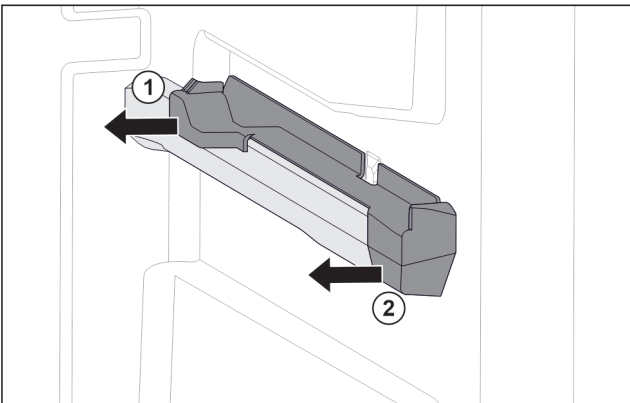

Fig. 107 Piesă de fixare pe nervura din dreapta a recipientului
- ▶ Scoateți piesa de fixare din spate în lateral. Fig. 107 (1)
- ▶ Scoateți piesa de fixare din față în lateral. Fig. 107 (2)